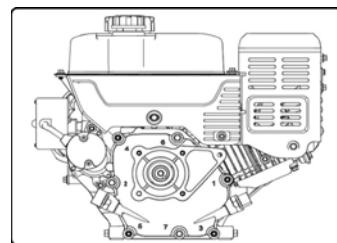

Рис. 35
2. Открутите крышку заливной горловины от трубы заливной горловины и протрите щуп. См. рис. 35.